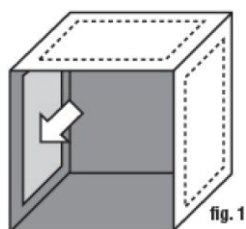

fig. 1
2. PAR防振テープをハウジング内部の上面と側面の壁に貼り付けます（図1）。